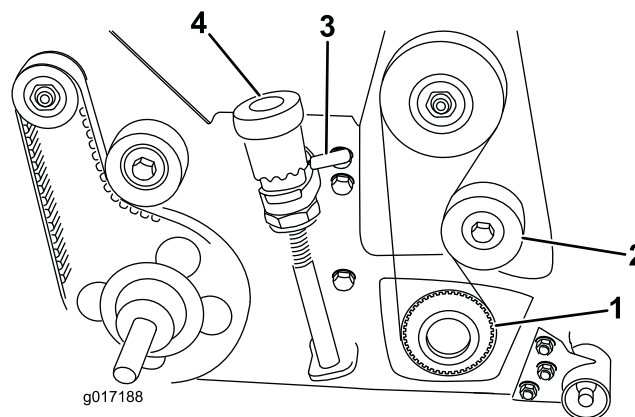

Bild 11
26. Befestigen Sie die Antriebsscheibe und den Riemen mit einer Antriebsratsche (1/2") und Verlängerung an der Spindelwelle (Bild 11). Verhindern Sie mit einem Holzblock, dass sich die Spindel drehen kann. Ziehen Sie die Riemenscheibe mit 54 bis 81 N-m an.
29. Prüfen Sie den Zusammenbau des Groomers. Drehen Sie die beiden Express-Hubhebel, um die Groomerspindel in die Transportstellung anzuheben (Bild 11). Beheben Sie etwaige Probleme und prüfen Sie erneut.